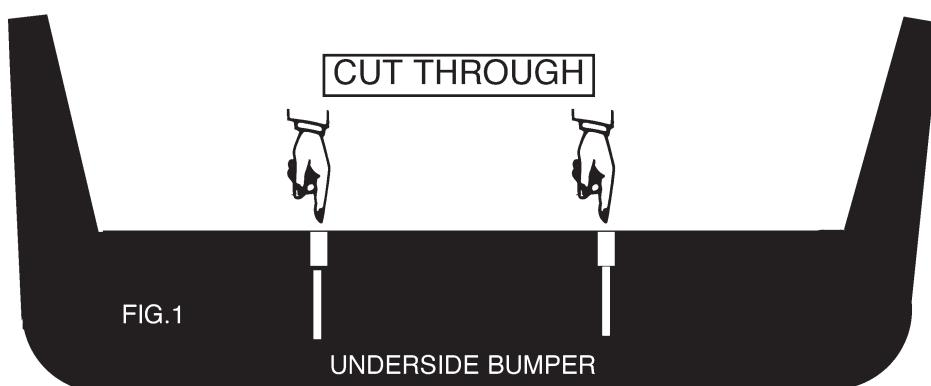

Fig.1
4. Découper les fentes du dessous du pare-chocs (conformément à la fig. 1) et rabattre le rabat vers le haut. Enlever le dernier boulon, bande de calage incluse, de la fixation du réservoir de carburant droit.
4. Klik rilleme på underseite af kofangeren af (følg fig. 1) og tuk hjørnet
4. Tagliare le scanalature nella parte inferiore del paraurti (come indicato in fig. 1) e piegare in su l'ala. Rimuovere l'ultimo bullone, compresa la striscia di riempimento del fermo del serbatoio destro.
4. Cortar las ranuras en el lado inferior del parachoques (de acuerdo a la fig.1) y empuje la aleta hacia arriba. Retirar el último tornillo inclusive tira de remate de la fijación del depósito de combustible derecho.